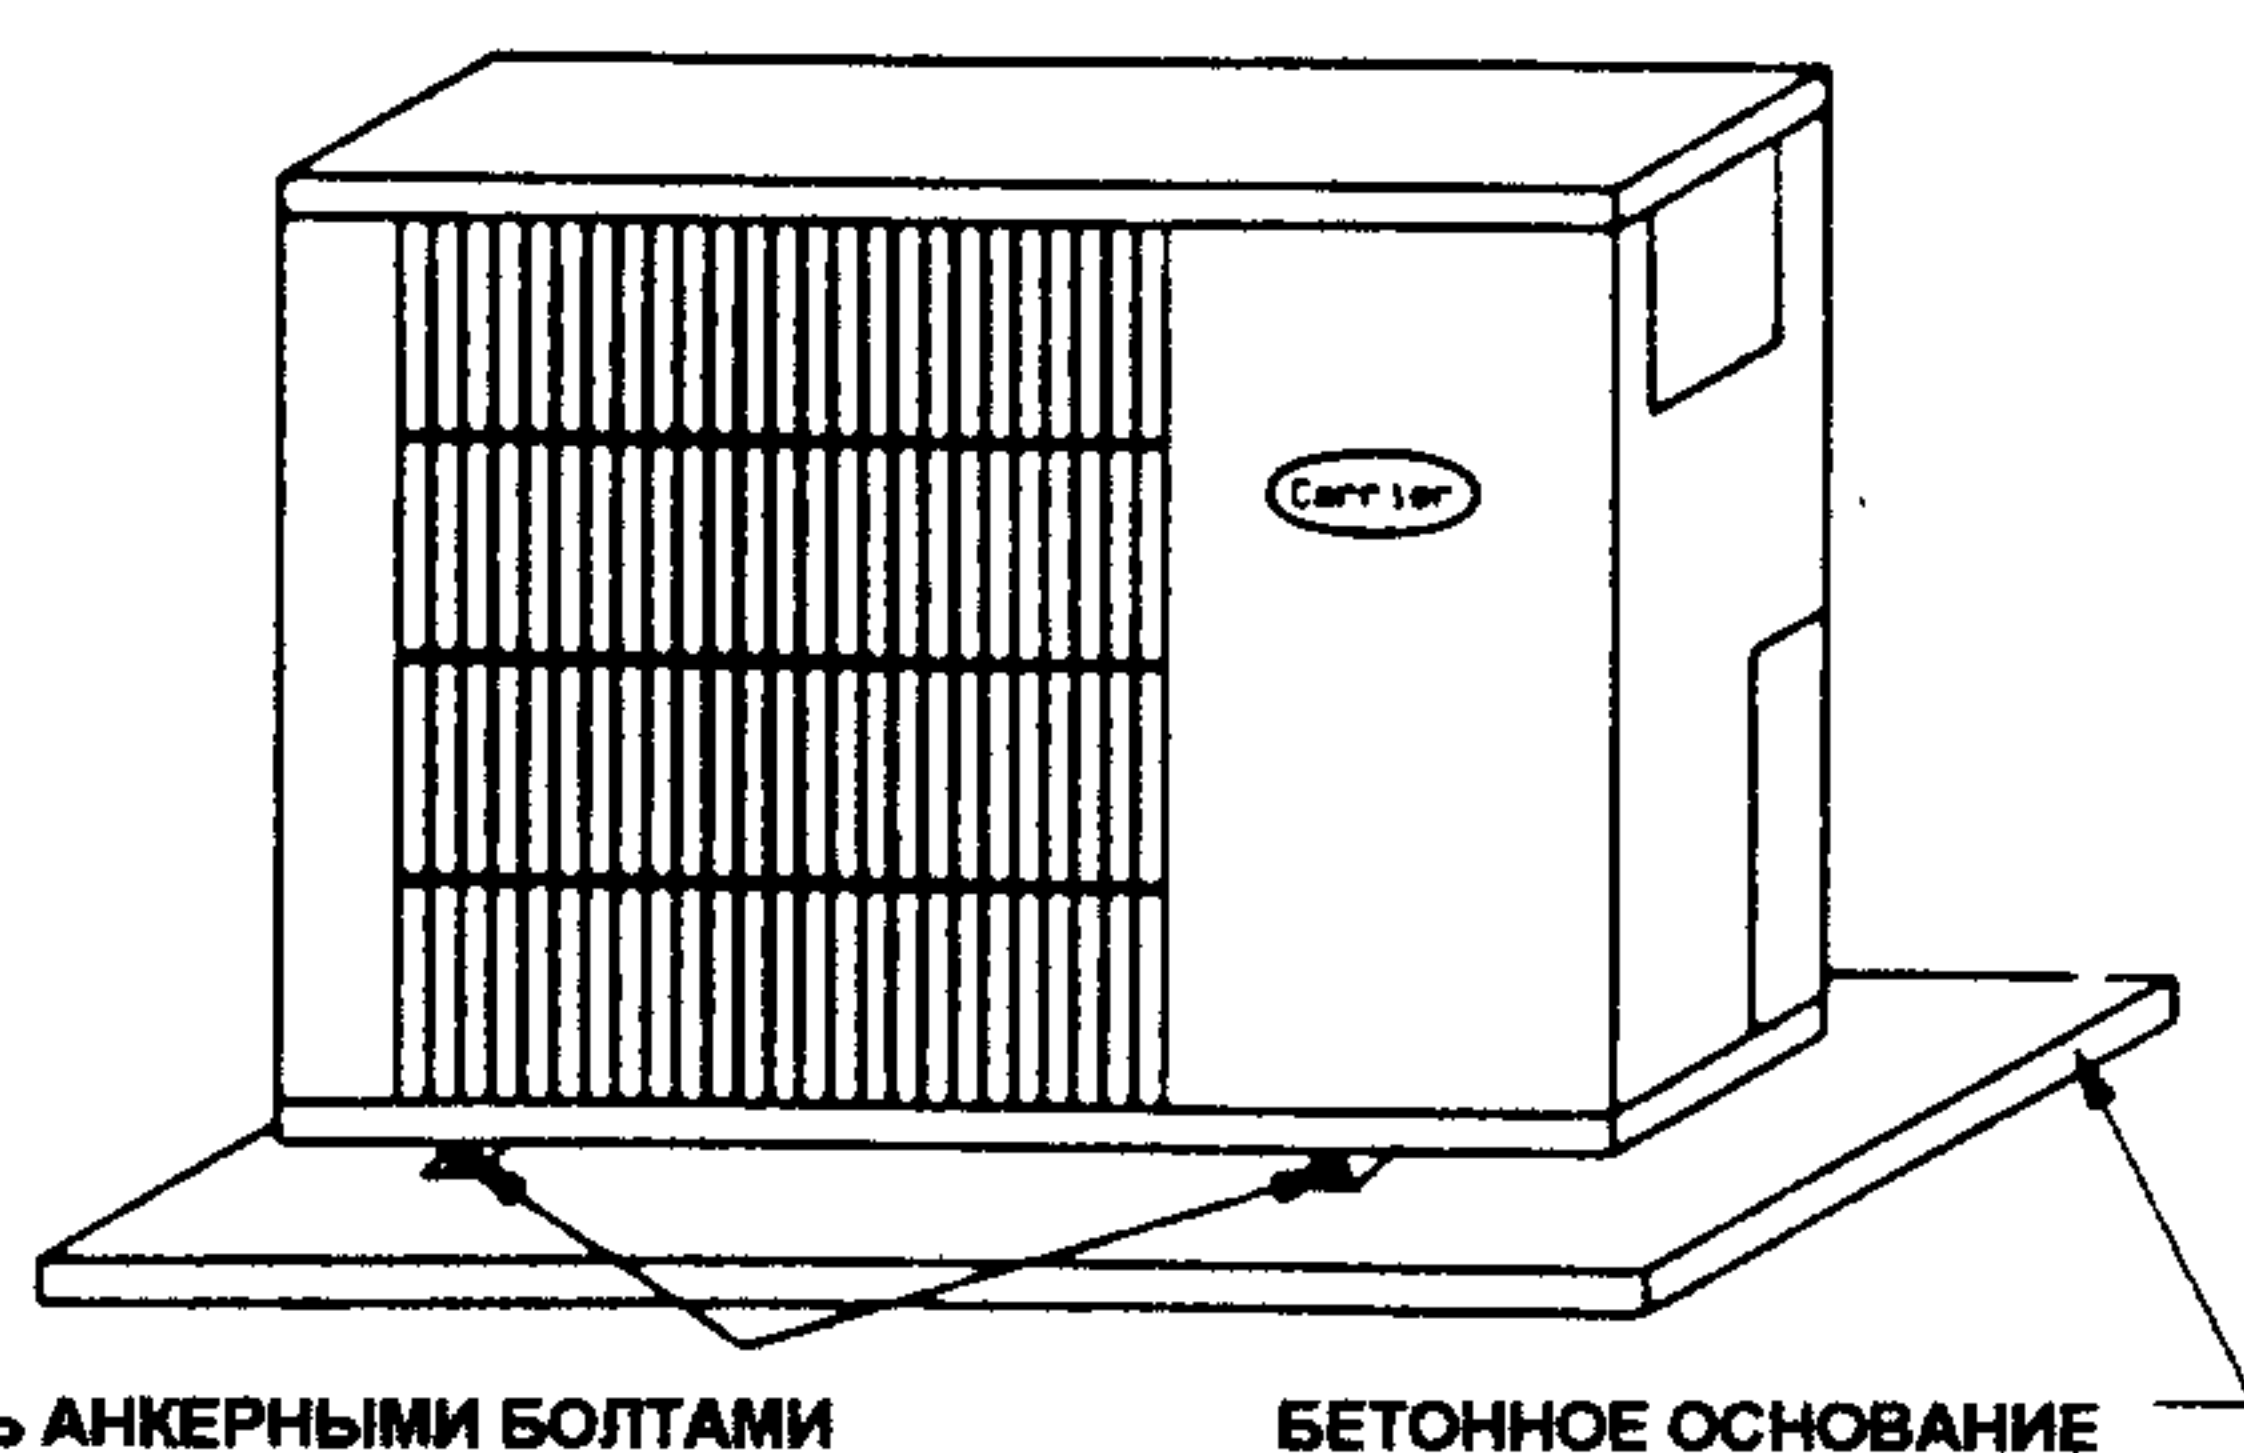

Рис. 4 МОНТАЖ НА ЗЕМЛЕ
- 1) **УСТАНОВКА НА ЗЕМЛЕ** – Установка производится на твердом, горизонтальном бетонном основании. Если условия и местные нормы требуют прикрепить блок к основанию, то следует использовать фундаментные болты, прикрепляемые через пазы в монтажных лапах (рис. 4). Не следует устанавливать блок непосредственно на земле.